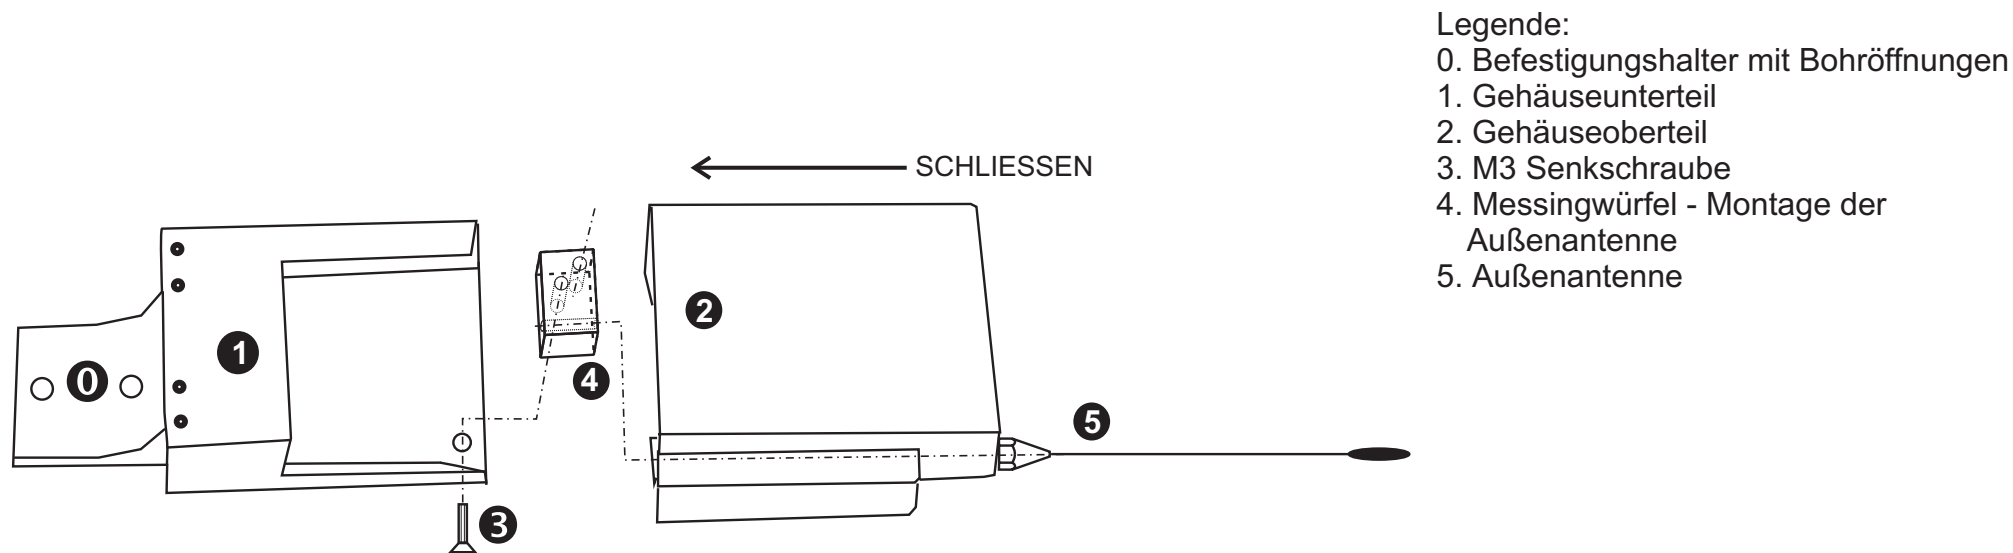

Abb.3 Ansicht vom Gehäuse ZSP MAX und die Montageelemente für die Außenantenne
- Das Gehäuse öffnen (Abb. 3) - evtl. Antenne abschrauben (Abb. 3, Element 5) und Gehäuseoberseite rausschieben.
- Nachdem Öffnen besteht direkter Zugriff zu den Anschlußklemmen, der Empfängerversorgung, zu Kanal 1 und 2 sowie der Antenne (Abb.1). Um an die Klemmen der Kanäle 3 und 4 zu kommen, muß das elektrische Modul aus dem Gehäuse rausgeschoben werden. Die Schraube M3 blockiert das Rausschieben sollte deshalb früher rausgeschraubt werden (Abb. 3, Element 3).
- Das Gehäuseunterteil am gewünschten Platz festmachen (Abb. 3 Element 0). Für das Festmachen, Schrauben mit max. 5mm \varnothing verwenden.
- Das Gehäuseoberteil wieder einschieben und Außenantenne eindrehen (Abb. 3). Die Montage ist fertig.
- Das Gehäuse öffnen (Abb.3) und das elektrische Modul ausmontieren - evtl. bestehende Außenantenne abschrauben (Abb. 3, Element 5) und Gehäuseoberseite rausschieben. Die Schraube M3 blockiert das Rausschieben des Moduls, deshalb früher rauschrauben (Abb. 3, Element 3). Das Modul ganz rausschieben, den Messingwürfel (dient zum Festmachen der Antenne) rausmontieren (Abb. 3, Element 4).